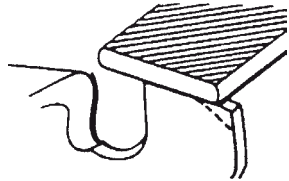

Fig. 40
- 4) Redondee la esquina frontal para mantener la forma original del calibre de profundidad después de utilizar la herramienta del calibre de profundidad. Respete siempre el ajuste recomendado del calibre de profundidad, según el manual de mantenimiento o manual del operador de la sierra. (Fig. 40)